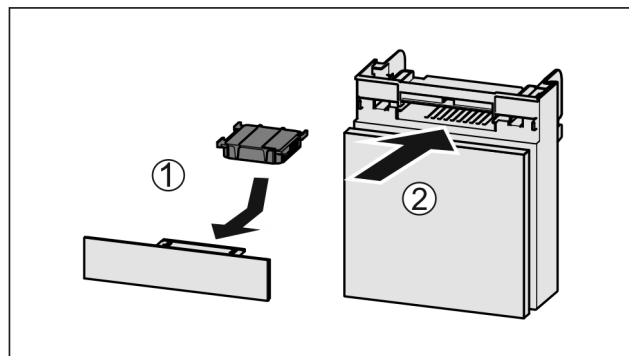

Fig. 37
- ▶ Поставете Fig. 37 (1) филтърта с активен въглен, както е показано на фигурата.
- ▶ Вкарайте Fig. 37 (2) отделениято.